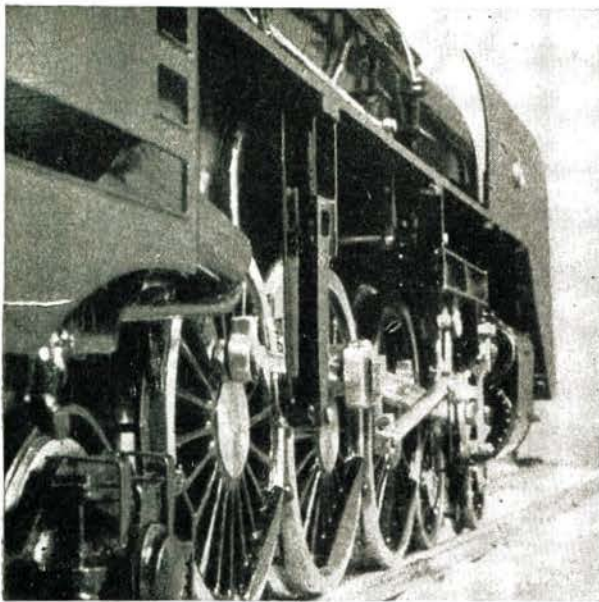

Bild 11 Das Triebwerk weist höchste Präzision auf
► Bild 11 Elektrische Schnellzuglokomotive E 04 03